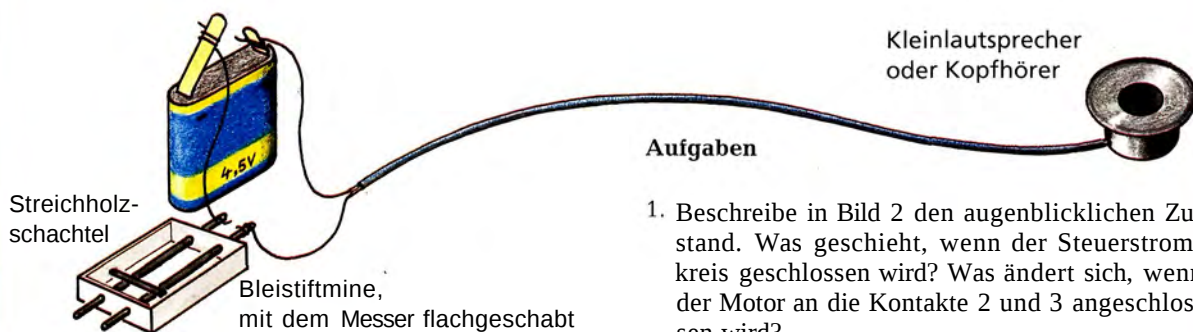

Bild 3: Dieses einfache Telefon kannst du dir selbst bauen.
Du kannst dir eine einfache Sprechkapsel selbst bauen. In Bild 3 findest du die nötigen Anleitung-
2. Wie könnte die Sprechkapsel von Bild 3 verbessert werden?